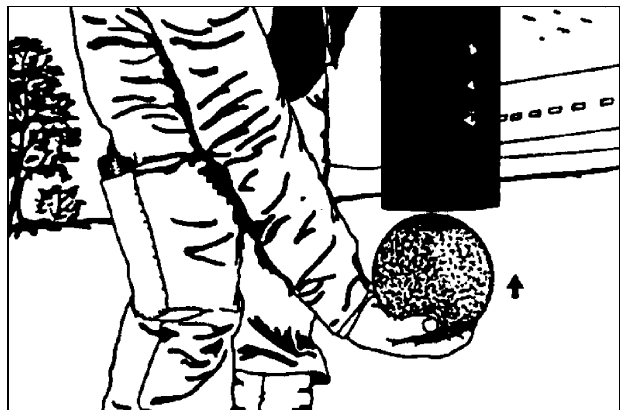

Fig. 3
- **Primero** introducir a presión en el tubo flexible final la bola de goma esponjosa **húmeda** (Fig. 3), **a continuación** conmutar la bomba de hormigón **a un número de emboladas moderado** a "aspirar" (marcha atrás).